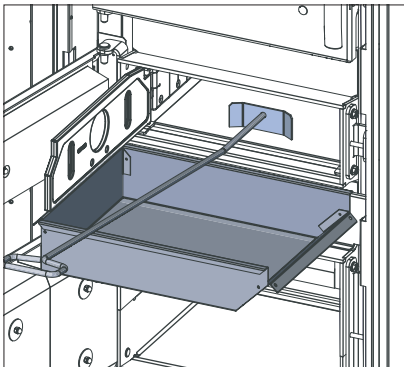
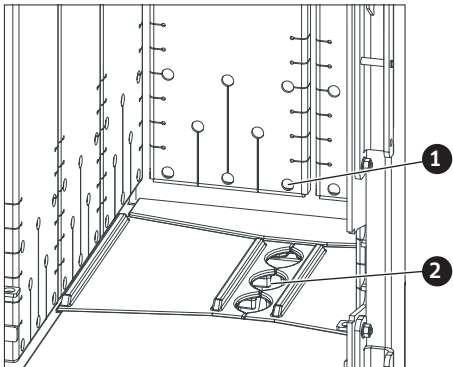

Fig. 6 Agganciare il recipiente per cenere, rimuovere la cenere
Fig. 7 Camera di riempimento, fori nelle lamiere ad aggancio, apertura per la combustione
- ▶ **Agganciare** il **recipiente per cenere** al rivestimento all'altezza dello sportello di accensione (sportello centrale) – Fig. 6.
- ▶ Aprire lo sportello di accensione e la griglia e **distribuire** la **cenere residua in modo uniforme** nella camera di riempimento (Fig. 6). Controllare che **i fori** nelle lamiere laterali ad aggancio **e l'apertura per la combustione** (Fig. 7) siano **liberi**.